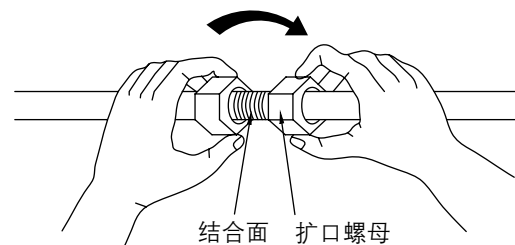

图14
3. 结合管和扩口管的正确连接是彼此对直，然后轻轻拧上扩口螺母，以获得良好配合(图14)。